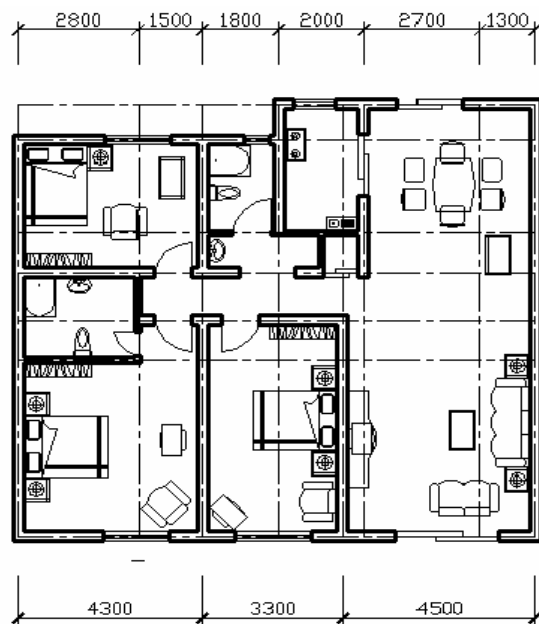

图 6-33
(10)选择【标注】下拉菜单中的【连续】标注,对相同方向的其余轴线进行标注。标注结果如图 6-33 所示。